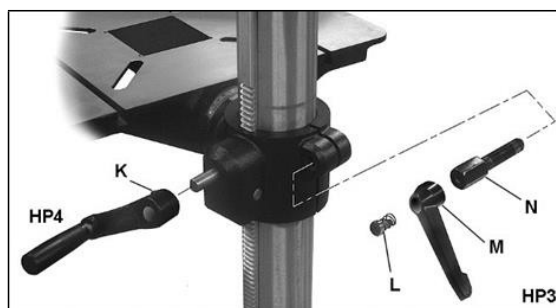

**Fig 9**
Monter la bague d'arrêt (G, Fig 9) et bloquer la tige filetée (J).